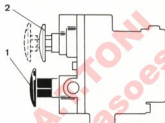

Fig. 11.13. - Freno de estacionamiento
- **Freno de estacionamiento** (fig. 11.13). — Basta oprimir hacia dentro el botón negro (1), estando hacia fuera el botón